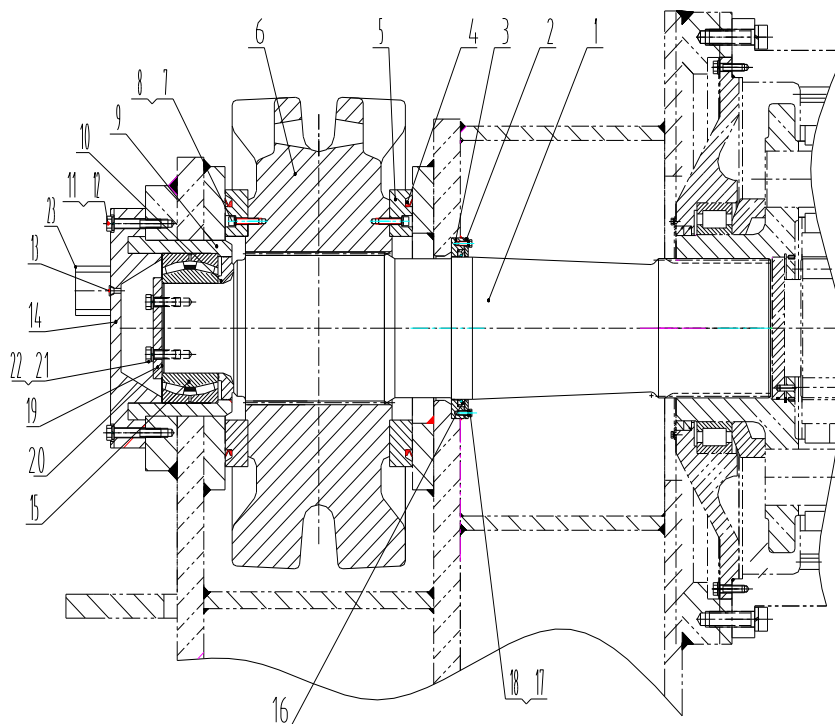

Рисунок 12-21. Установка ведущего колеса и ведущего вала
- В. Проверяются детали на наличие износа и поломок (см. рисунок 12-21);
Рисунок 12-21. Установка ведущего колеса и ведущего вала На рисунке 12-21 приведены следующие обозначения: 1 - ведущий вал; 2 - упорная шайба; 3 - подпорное кольцо; 4 - уплотнительное кольцо; 5 - упорная шайба; 6 - ведущее колесо; 7 - винт; 8 - шайба; 9 - стакан подшипника; 10 - опорное кольцо; 11 - винт; 12 - шайба; 13 - штуцер смазочный; 14 - крышка подшипника; 15 - подшипник; 16 - манжета масляная; 17 - болт; 18 - шайба; 19 - фиксатор вала; 20 - прокладка; 21 - болт с отверстием; 22 - железная проволока; 23 - заслонка. 12.12.2. Разбор и демонтаж В следующем порядке осуществляется разбор и демонтаж ведущего вала и ведущего колеса гусеничной установки (см. рисунки 12-21 и 12-22): 1. Поставьте экскаватор на ровную горизонтальную поверхность; 2. Следующим образом разберите гусеничный трак: А.Как описано в части о регулировке гусеничной ленты, снимите прокладки натяжного узла, ослабьте гусеничную ленту;
7. Снимите болты, прокладки, установочные штифты, шайбы с заслонки конца вала, снимите ее и ее прокладки (см. рисунок 12-21);
Сборка и монтаж ведущего колеса и ведущего вала производятся следующим образом (см. рисунок 12-21)